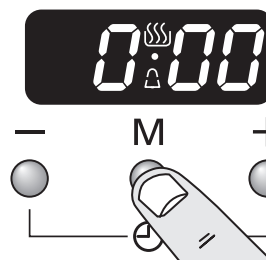
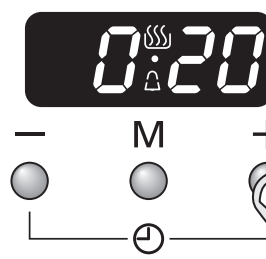

Fig. 4.2
Fig. 4.3
1. Tryck en gång på lägesknappen [M] (Fig. 4.2). Klocksymbolen [⌚] blinkar på displayen. Välj önskad nedräkning från 00.01h till 23.59h med knappen [+] (Fig. 4.3). Nedräkningen startar automatiskt och symbolen [⏸] visas på displayen.